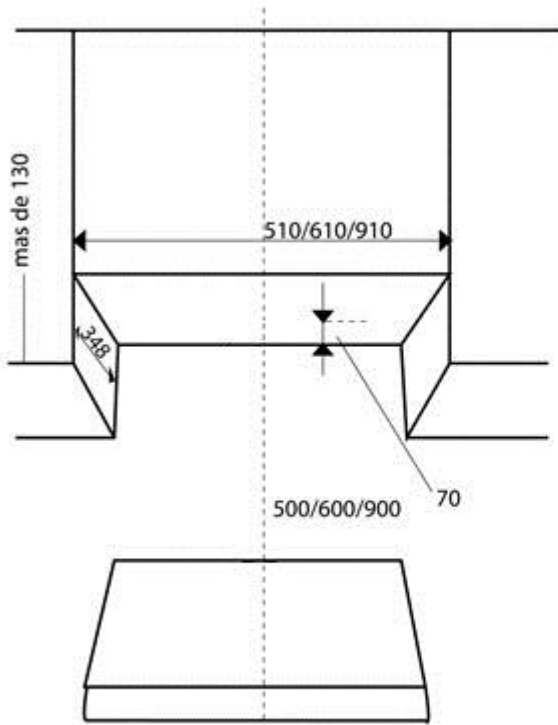

FIG . 5
1. Como se muestra (fig.5), perforo un agujero de 133 mm de diametro en el gabinete comprobar la posicion de la toma de corriente y considerar si el cable de alimentacion del artefacto llega al tomacorriente.